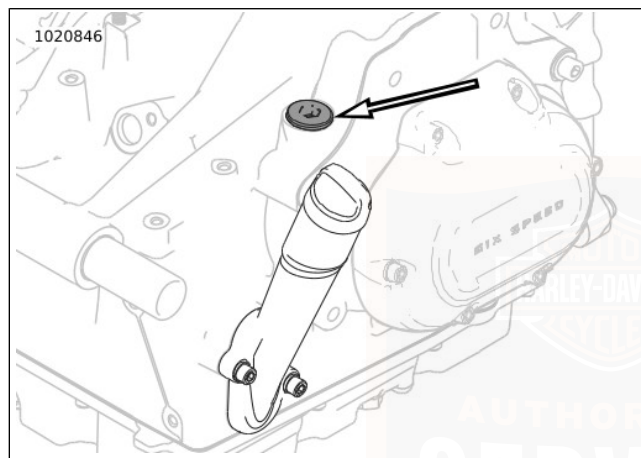

Figure 48. Emplacement du bouchon de remplissage/jauge de la transmission
3. Voir Figure 48 . Déposer le bouchon de remplissage/jauge de la transmission. Essuyer la jauge.
1. Voir Figure 48. Retirer le bouchon de remplissage/jauge de la transmission.